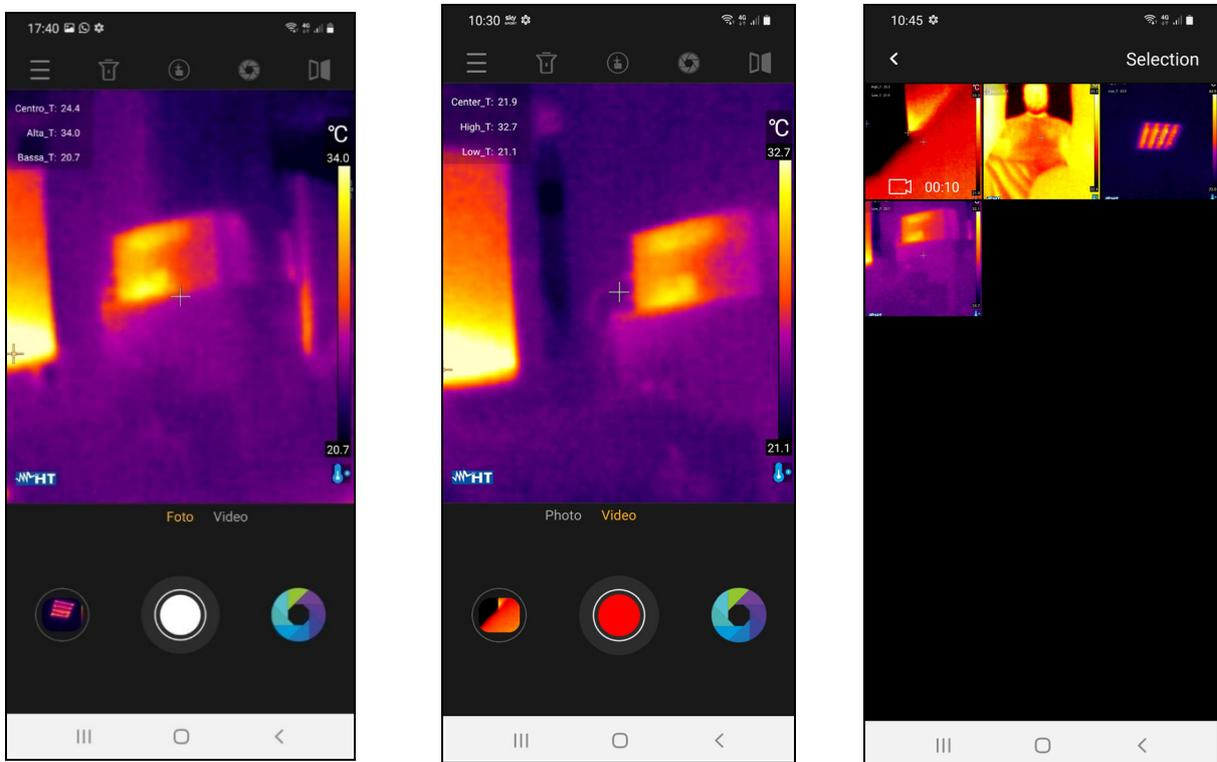

Fig. 9: Gravação de imagens e vídeos
1. Clique no ícone branco central (ver Fig. 3 - parte 17) para guardar a imagem no visor. A mensagem " Saved photo " é exibida por um momento e a fotografia correspondente é mostrada no ícone inferior esquerdo (ver Fig. 3 - parte 15), como mostra a Fig. 9 - parte esquerda.
2. Clique na opção "Vídeo" (ver Fig. 3 - parte 14) para realizar vídeo IR e toque no ícone vermelho central para iniciar a operação. Toque no ícone quadrado vermelho central (ver Fig. 9 - parte do meio) para terminar e guardar o vídeo IR. A mensagem "Saved video " é exibida.
4. Clique no ícone no canto inferior esquerdo (ver Fig. 3 - parte 15 para aceder à Galeria de imagens e vídeos guardados (ver Fig. 9 - parte direita).